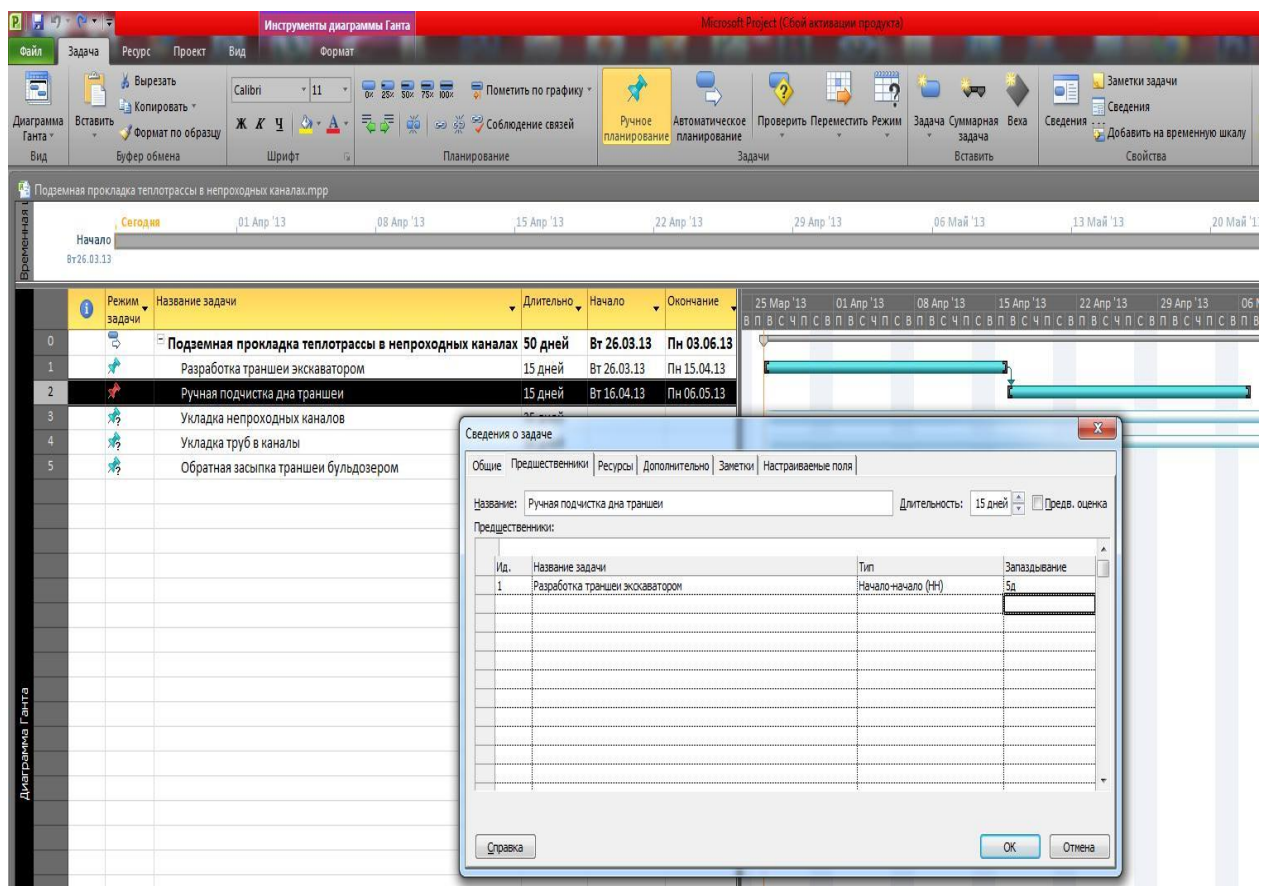

Рис. 11 Создание связи между задачами
6. Выбрать тип связи и запаздывание (при необходимости) (рис.11).